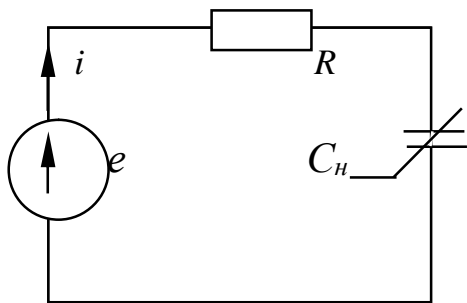
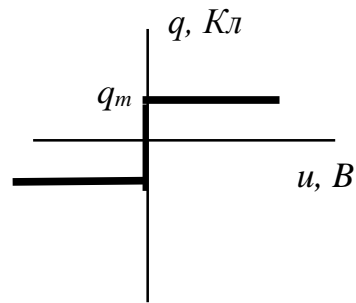

Рис. 14.1
Рис. 14.2
14. Схема рис. 14.1 состоит из источника синусоидальной ЭДС $e = E_m \sin \omega t$, линейного активного сопротивления $R = 1000 \text{ Ом}$ и нелинейной емкости C_H , кулон-вольтная характеристика которой приведена на рис. 14.2. $q_m = 10^{-5} \text{ Кл}$ (q – заряд, u – напряжение).